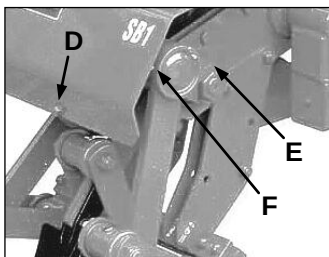
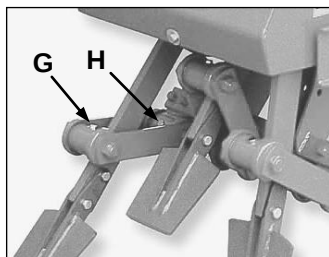

fig. 3
fig. 4
- Aprire la protezione di sicurezza allentando la vite di fissaggio D (fig. 3) quindi ingrassare gli snodi dei biellismi ai punti E e F (fig. 4). Sostituire gli ingrassatori se danneggiati.
- Togliere i tappi nei punti di snodo inferiori G e H (fig. 4) e introdurre fino a riempimento olio con viscosità ISO VG 680 (es. AGIP BLASIA 680)